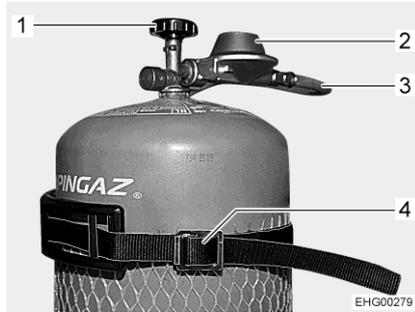

Fig. 41 Conexión de la bombona de gas
- Cerrar la llave de paso principal (Fig. 41,1) de la bombona de gas. Observar el sentido de la flecha.
- Retener el regulador de presión de gas (Fig. 41,2) y abrir la tuerca moleteada (por lo general, rosca a la izquierda).
- Retirar el regulador de presión de gas con la goma del gas (Fig. 41,3) de la bombona de gas.
- Soltar las correas de fijación (Fig. 41,4) y extraer la bombona de gas.
- Fijar la bombona de gas con las correas de fijación (Fig. 41,4).
- Colocar el regulador de presión de gas (Fig. 41,2) con goma del gas (Fig. 41,3) en la bombona de gas y apretar la tuerca moleteada (por lo general, rosca a la izquierda). **No** apretar demasiado firmemente.